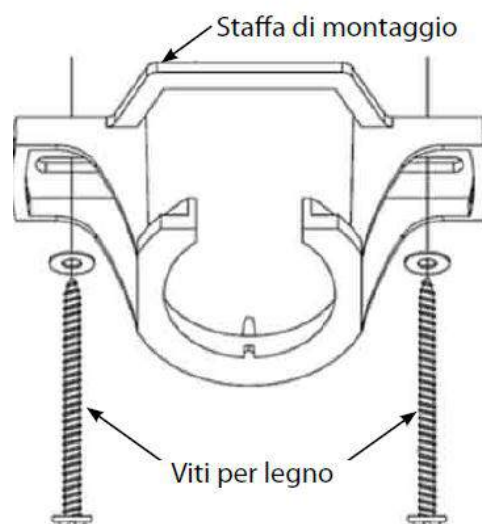

Figura 2
- 3) Installare la staffa di montaggio (Figura 2) alla trave mediante le viti lunghe fornite. Accertarsi di aver avvitato la vite per almeno 40 mm nella trave di sostegno